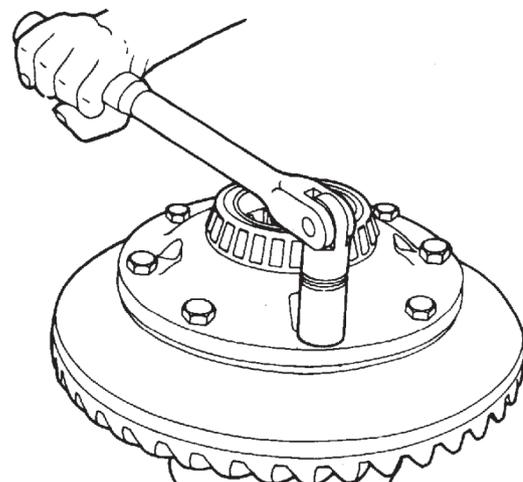

Figura 73
- F. Instale e aperte os parafusos de fixação na seção Torques De Aperto (Figura 73).